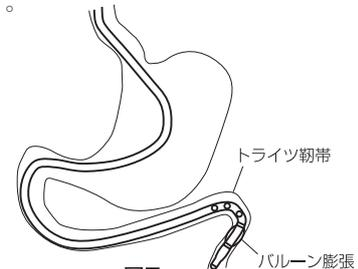

図7
16. バルーンを滅菌蒸留水により膨張させる。注入量は30mL以下とする（図7）。